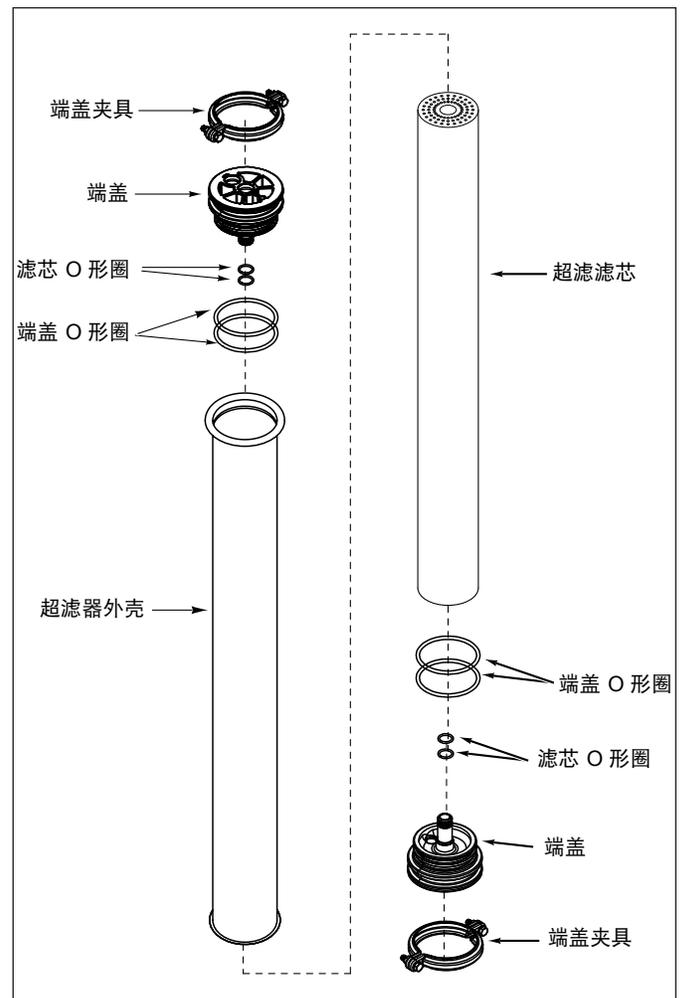

图 7. 更换超滤滤芯
3. 移除超滤外壳上任一端端的卡环。（图 7）
4. 移除超滤外壳上的端盖（图 7）。